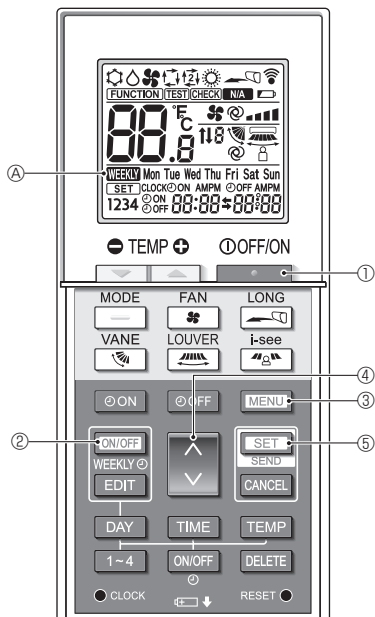
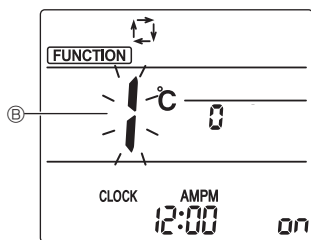

Fig. 8-1
Fig. 8-2
8.1. Настройка интерфейса Wi-Fi (только Mr. Slim) (Fig. 8-1, Fig. 8-2, Fig. 8-3)